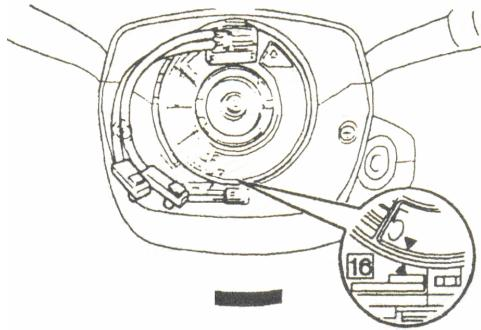

图 2-16
(1) 检查点火开关位于 OFF 位置。
(2) 检查蓄电池负极端子断开。注意：在拆下端子 90s 后才可以进行操作。
(3) 用手逆时针放置电缆盘，直到变得难以旋转为止。
(4) 顺时针旋转电缆盘大约 2.5 圈，对齐标记，如图2-16 所示。注意：电缆盘可以绕中心左右双向旋转 2.5 圈。